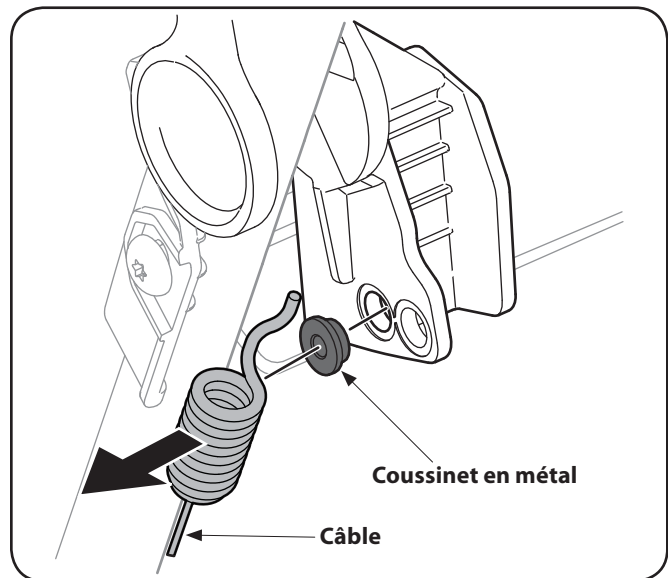

Figure 6-4
3. Débranchez le câble et retirez le coussinet en métal de la poignée de commande d'entraînement en plastique. Voir Figure 6-4.